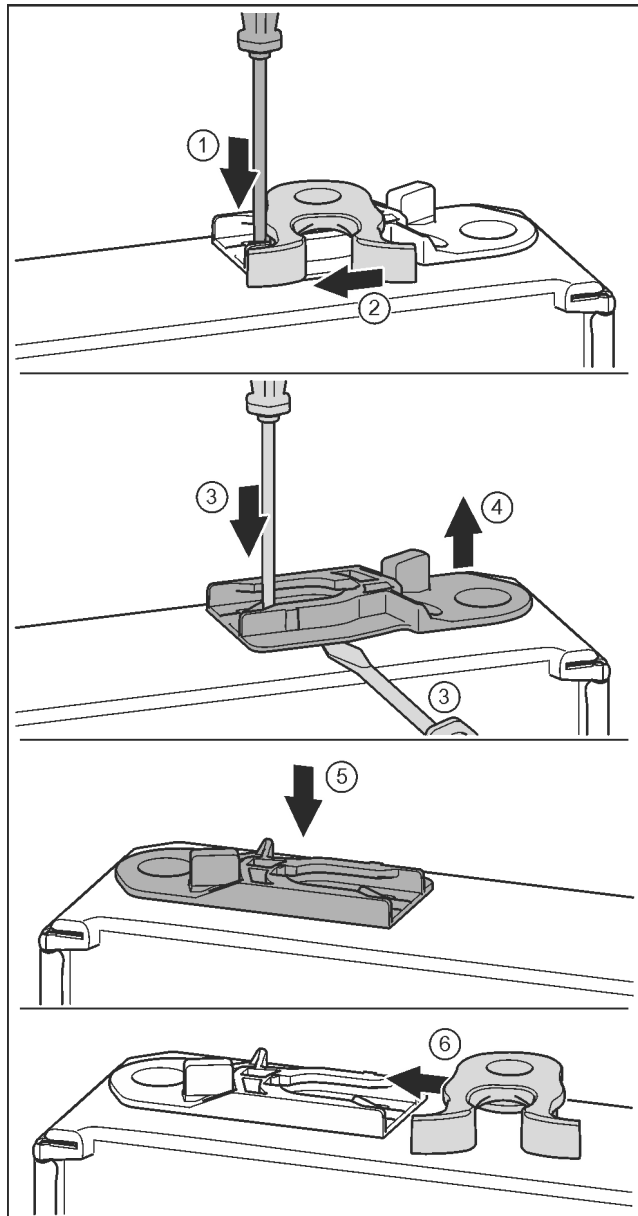

Fig. 19
- ▶ Plochým šroubovákem přitlačte lamelu dolů. Fig. 19 (1)
- ▶ Vytáhněte petlici z vedení. Fig. 19 (2)
- ▶ Vytáhněte vodící pouzdro: Stiskněte jazýček šroubovákem a současně plochým šroubovákem zajedte pod vodící pouzdro. Fig. 19 (3, 4)
- ▶ Vodící pouzdro přiložené v příslušenství zasuňte na druhé straně pláště. Fig. 19 (5)
- ▶ Petlici zasuňte do vedení. Fig. 19 (6)